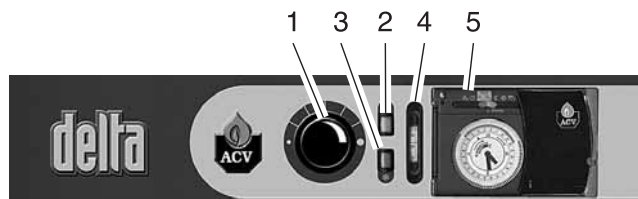

Рис. 21: Панель управления
7.1.1 ОЗНАКОМЬТЕСЬ С ПАНЕЛЬЮ УПРАВЛЕНИЯ (Рис. 21)
Перед выполнением любых работ отключите электропитание на распределительном щите котельного помещения. Выключите главный выключатель котла. (поз. 2, рис. 21)
1 – Регулируемый термостат 60–90°C (поз. 1, рис. 21)
2 – Главный выключатель (поз. 2, рис. 21)
3 – Переключатель «зима–лето» (поз. 3, рис. 21)
4 – Термометр (поз. 4, рис. 21)
5 – Контроллер (поз. 5, рис. 21)